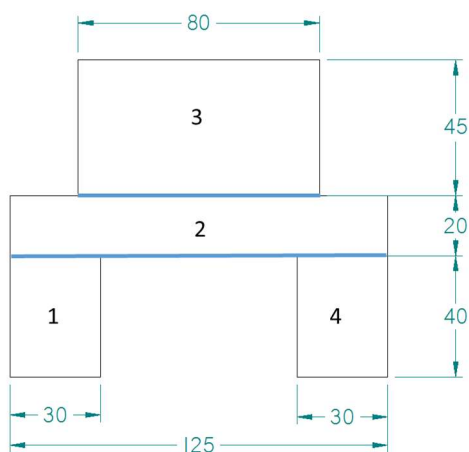

Fig. 2
- 1) Identificare la direzione di solidificazione del getto e commentare i rapporti tra i moduli termici ottenuti. Dividere il modello in 4 zone come mostrato in Fig. 2.